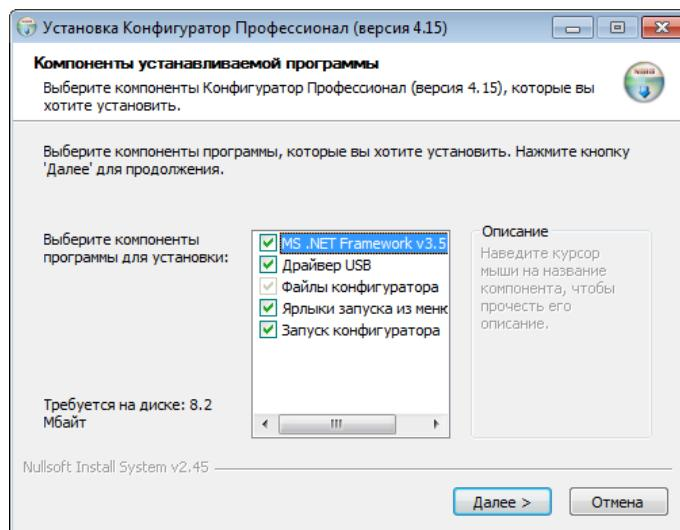

Рис. 4.1. Окно *Компоненты устанавливаемой программы*
4. В открывшемся окне оставьте установленными все флагки и нажмите кнопку  (Рис. 4.1).